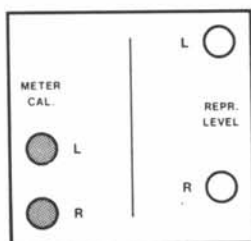

Fig. 6.4.-4
- Mit Reglern METER CAL. L + R (Fig. 6.4.-4) linkes und rechtes VU-Meter auf 0 VU eichen.
- Set operating controls as per fig. 6.4.-3.
- Adjust potentiometers METER CAL. L + R (fig. 6.4.-4) to obtain a 0 VU deflection on the respective VU-meter.
- Effectuez les commutations selon la fig. 6.4.-3.